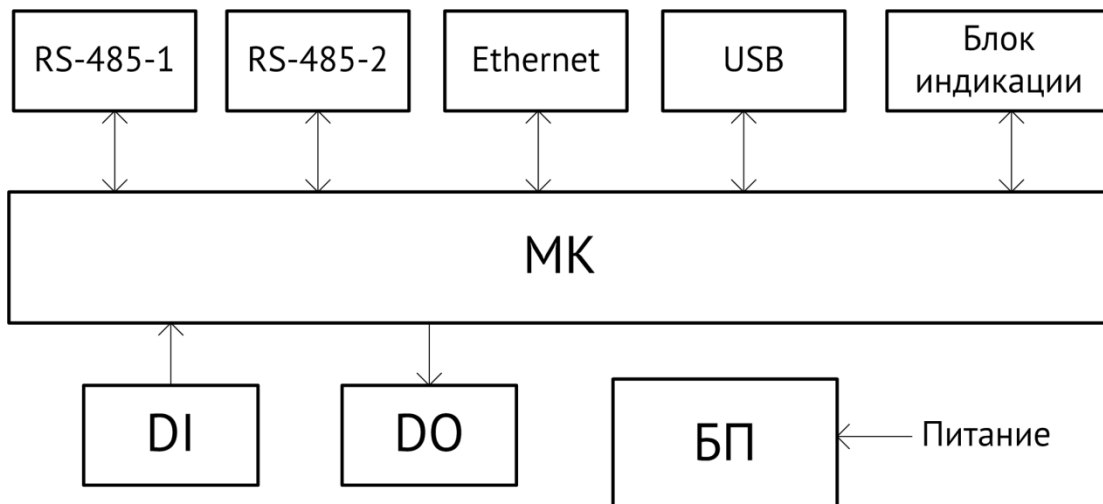

Рисунок 1.13. Структурная схема ЭНМВ-1-24/0, ЭНМВ-1-0/22, ЭНМВ-1-0/20, ЭНМВ-1-16/6, ЭНМВ-1-16/3R.
1.4.1 Общая структурная схема для модификаций ЭНМВ-1-24/0, ЭНМВ-1-0/22, ЭНМВ-1-0/20, ЭНМВ-1-16/6, ЭНМВ-1-16/3R представлена на рис. 1.13